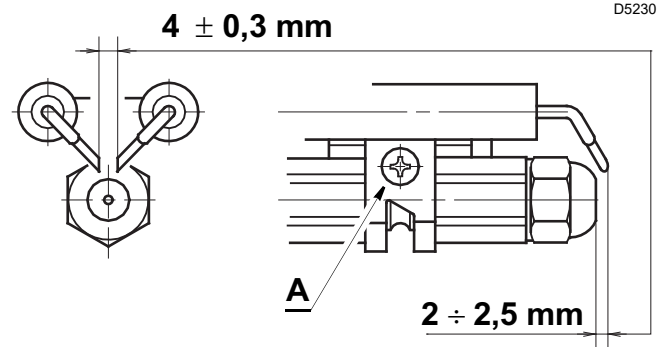

Fig. 22
Les mesures sur la Fig. 22 doivent être respectées.
- Enlever de la ligne porte gicleur 4) le groupe électrodes 5) après avoir desserré la vis (A, Fig. 22 à la page 25).